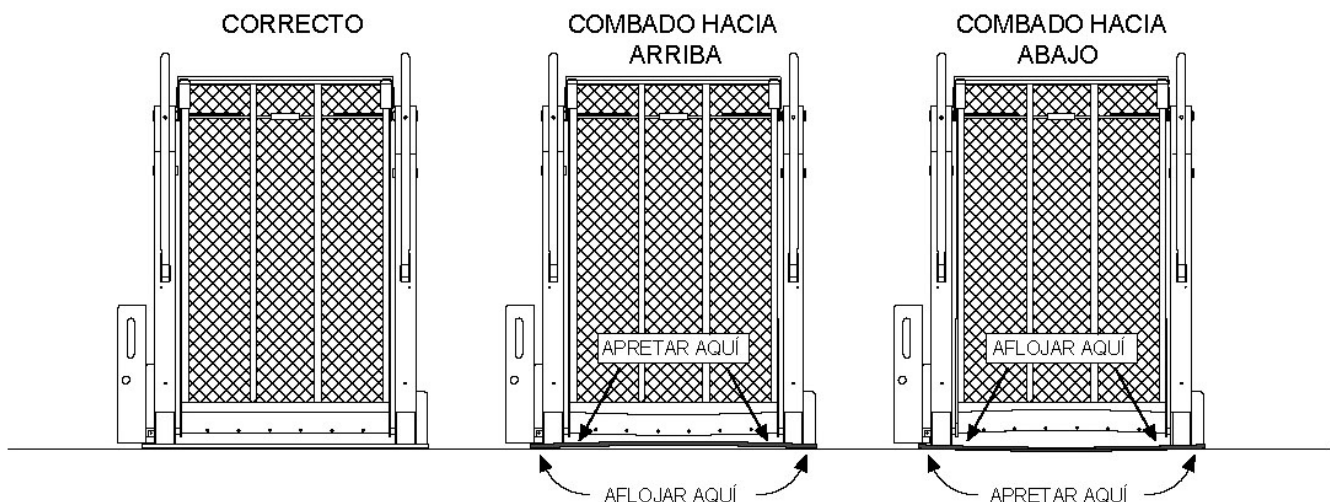

FIGURA 2-1: EJEMPLOS DE MONTAJE DEL ELEVADOR
- ◆ Consulte la **Figura 2-1**. Una secuencia de ajuste incorrecta o un par de apriete de los pernos erróneo puede provocar que la placa de base se tuerza o se combe y, por lo tanto, hacer que el elevador funcione de modo desigual.